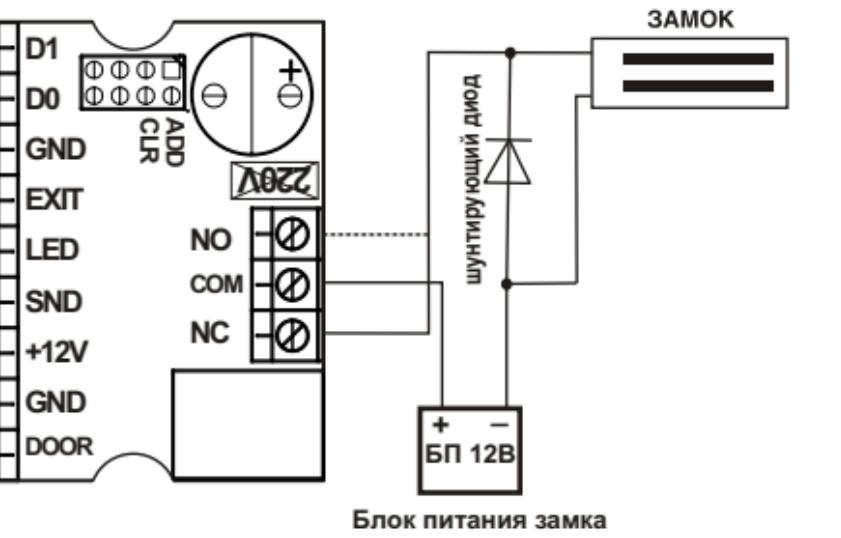

рис.1 Габаритные размеры корпуса контроллера
2. Разметьте и просверлите отверстия для крепления корпуса контроллера (рис. 1).